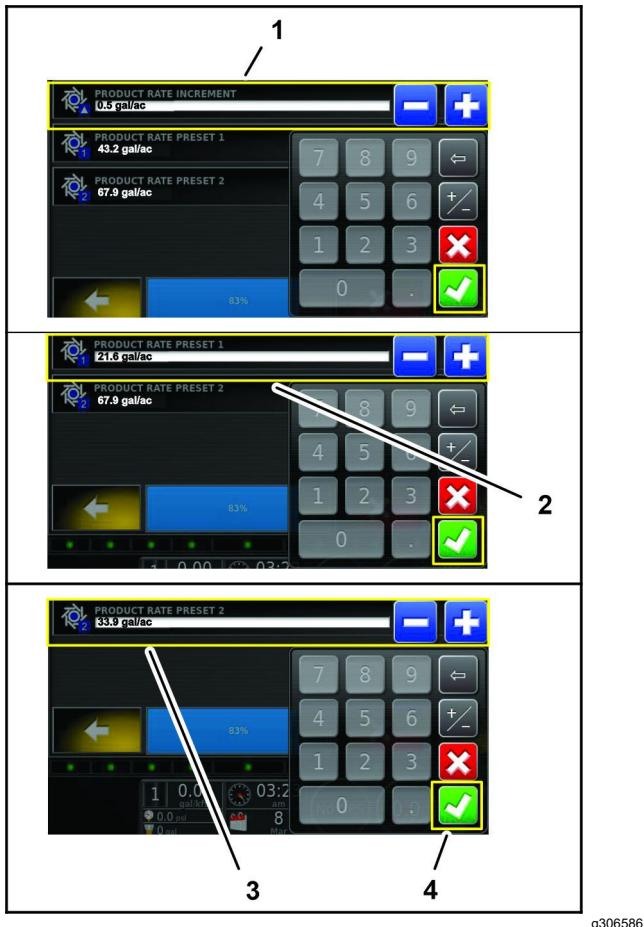

Figura 120
- Utilizzate il tastierino sullo schermo per digitare un volume in base al quale aumentare o ridurre i volumi di applicazione preimpostati 1 e 2, quindi premete l'icona Conferma (Figura 120).
12. Utilizzate il tastierino sullo schermo per digitare il volume di applicazione per il volume di applicazione preimpostato 1, quindi premete l'icona Conferma (Figura 120).
14. Utilizzate il tastierino sullo schermo per digitare il volume di applicazione per il volume di applicazione preimpostato 2, quindi premete l'icona Conferma (Figura 120).